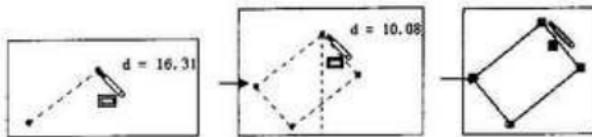

图 2-15 平行四边形的绘制流程
- (1) 单击标准工具栏中的 \square （新建）工具，新建一个文件。
- (2) 在特征管理器设计树中选取“前视基准面”，单击 \square （草图绘制）工具进行草图的绘制。
(3) 单击草图工具栏中的 \diamond （平行四边形）工具，移动鼠标指针在图形区域任意处单击鼠标左键确定实体的起点，移动鼠标指针到与起点有一定角度的位置（注意推理指针的数据显示）确定第二点，最后再确定第三点完成平行四边形的绘制，如图 2-15 所示。
(4) 选取平行四边形的一条边，单击草图工具栏中的 \diamond （旋转或复制实体）工具，显示“移动或复制”属性管理器，在“旋转”选项栏的“角度”文本框中输入 45° ，单击 \checkmark （确定）按钮使实体与水平线呈 45° 。